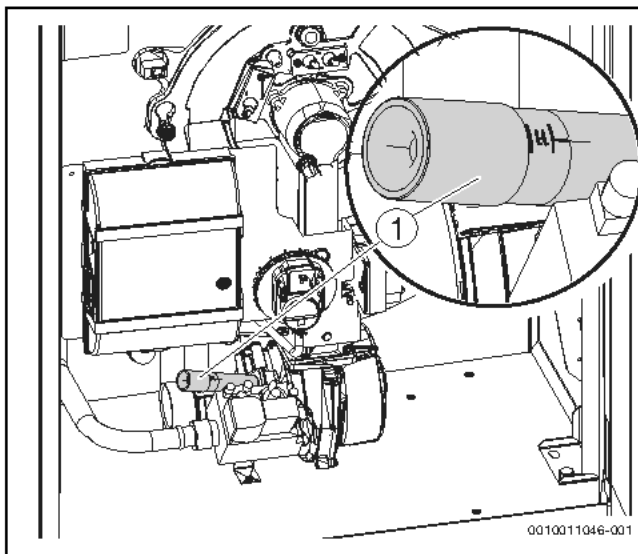

Bild 19 Gasarmatur, L/H Gasadapter
- L/H Gasadapter (→ Bild 19 [1]) auf die vorhandene Gasart einstellen.